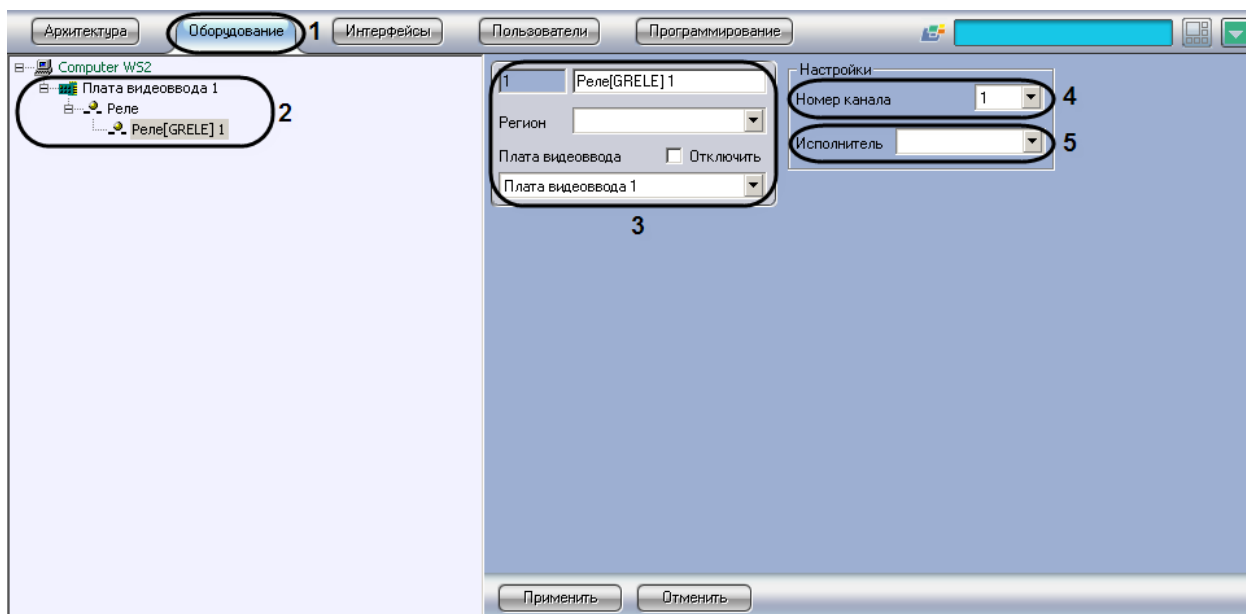

Рис. 3.3—1 Панель настроек объекта «Реле»
1. Необходимо перейти во вкладку «Оборудование» панели настройки ПК «Интеллект» (Рис. 3.3—1, 1).
2. На базе объекта «Плата видеоввода» требуется создать объект «Реле» или выбрать соответствующий объект в дереве объектов во вкладке «Оборудование» панели настройки ПК «Интеллект» (Рис. 3.3—1, 2).
3. При создании объекта «Реле» необходимо указать идентификационный номер, название объекта и выбрать объект «Плата видеоввода», на основе которого создается объект «Реле» (см. Рис. 3.3—1, 3).
4. Выбрать номер канала в соответствии с номером выхода разъема, к которому физически подключено реле (см. Рис. 3.3—1, 4).
5. В раскрывающемся списке «Исполнитель» выбрать тип исполнительного устройства, используемого на контролируемом объекте в качестве реле (Рис. 3.3—1, 5).